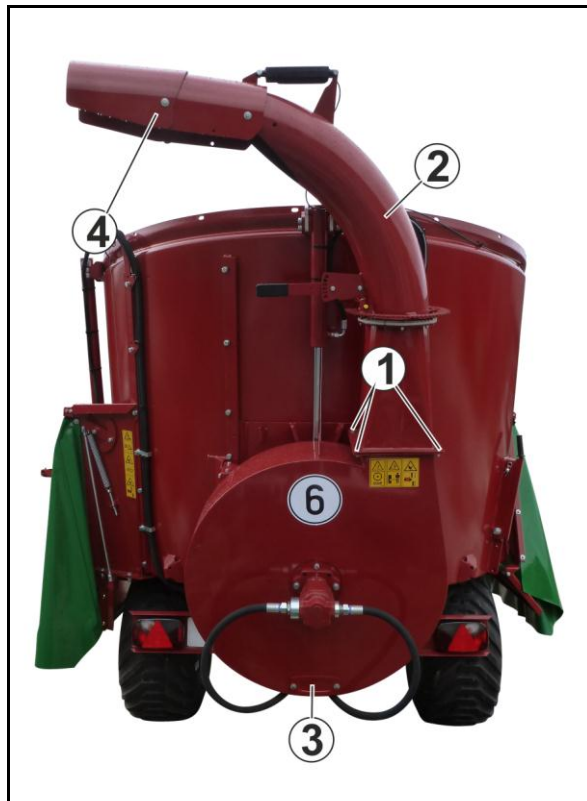

Bild 103
Vänta tills fläktlöparen stannat helt innan du tar bort skruvarna (Bild 103/1) vid utblåsröret (Bild 103/2), locket (Bild 103/3) eller utkasthuven (Bild 103/4).
5. Tas bort de 3 skruvarna (Bild 103/1) från utblåsröret (Bild 103/2), så att utblåsröret kan svängas lätt runt en av de främre skruvarna.
8. Öppna locket (Bild 103/3) på fläkthuset för att t.ex. ta ut stenar ur fläkthuset.
9. Skruva ihop utblåsröret och locket enligt (Bild 103) med fläkthuset innan fläkten startas.